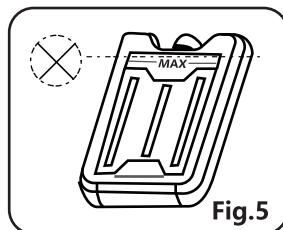

Fig.5
c. Se si desidera utilizzare una borsa del ghiaccio (due sono incluse nella confezione) invece dei blocchi di ghiaccio, riempire la borsa del ghiaccio con acqua assicurandosi di non superare il livello massimo indicato. Mettilo nel congelatore e lascialo per 1 o 2 ore. Le borse di ghiaccio possono essere riutilizzate e hanno una durata di oltre 5 anni. (Fig.5)